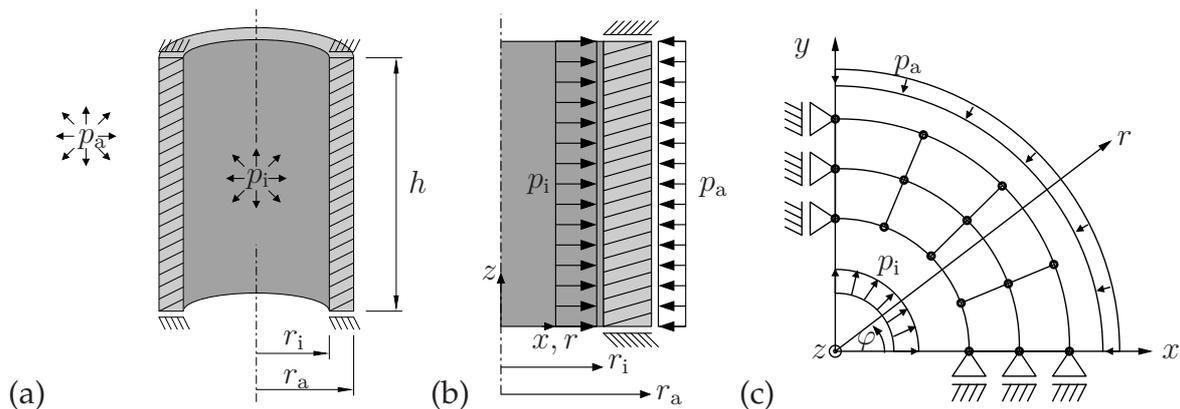

Abb. 1: Geometrie des Rohrs unter Innendruck (a), mechanische Modellskizze (b) und FE-Netz (c)
- b) Erstellen Sie ein FE-Modell des dickwandigen Rohrs in den Abb. 1 (a) und (b) unter der Annahme des EVZ `plane strain` und Ausnutzung der Symmetrie – s. Abb. 1 (c). Diskretisieren Sie die Viertelscheibe mit einem Netz aus 2×2 ,